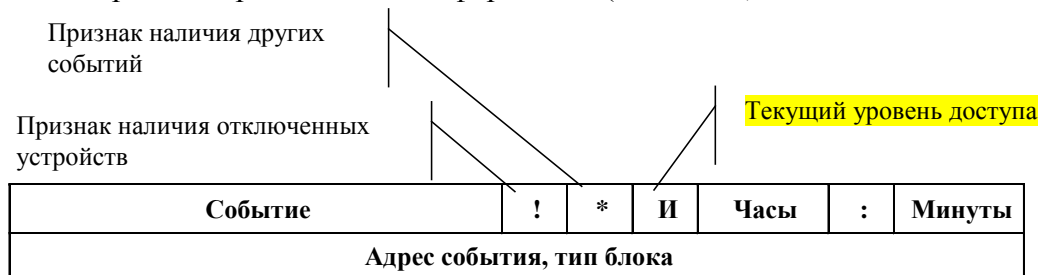

Рис. 2. Отображение информации на ЖКИ
На ЖКИ ПУ отображается информация о состоянии системы. ЖКИ разбит на несколько частей, каждая из которых отображает свою информацию (см. Рис. 2).
1. Название события (раздел **Событие** на Рис. 2);
2. Адрес события; тип блока, который установлен по этому адресу (на Рис. 2 раздел **Адрес события, тип блока**);